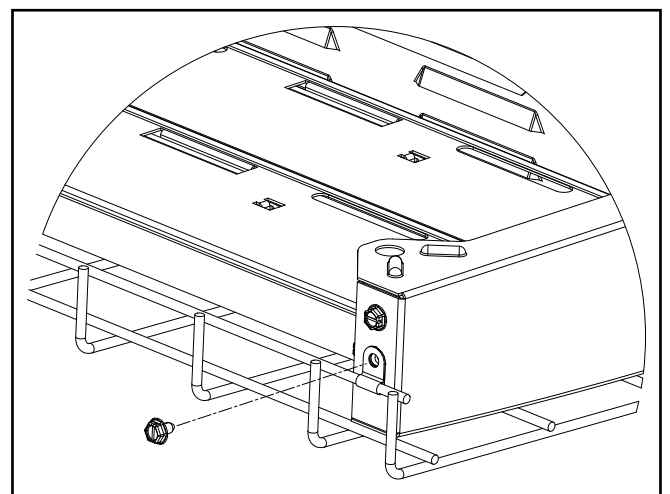

Figure 2.
3. Installez et serrez les quatre (4) vis à tête no 10 x 9,5 mm (3/8 po) dans les fixations de montage et dans les trous d'embouts comme montré à la Figure 2.